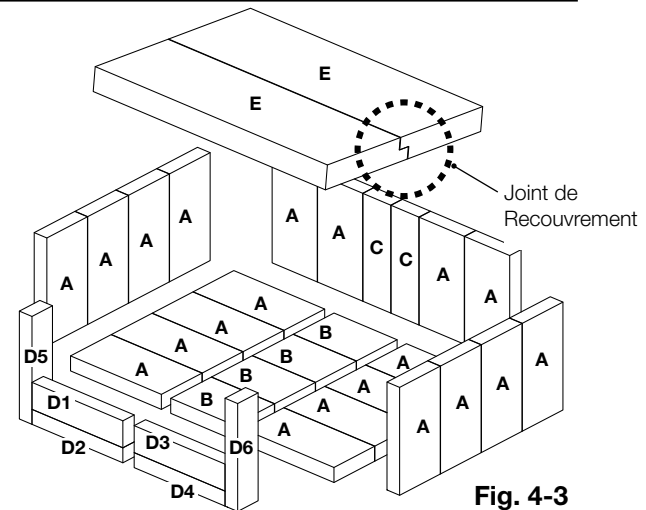

Fig. 4-3
- B.** Installez six briques «D» le long de l'avant de la chambre de combustion. Assurez-vous de suivre la séquence de numérotation dans Fig. 4-3 (c'est-à-dire, D1, D2, D3, etc.).
Placez les briques «C» au centre, avec deux briques «A» de chaque côté comme illustré (Fig. 4-3).